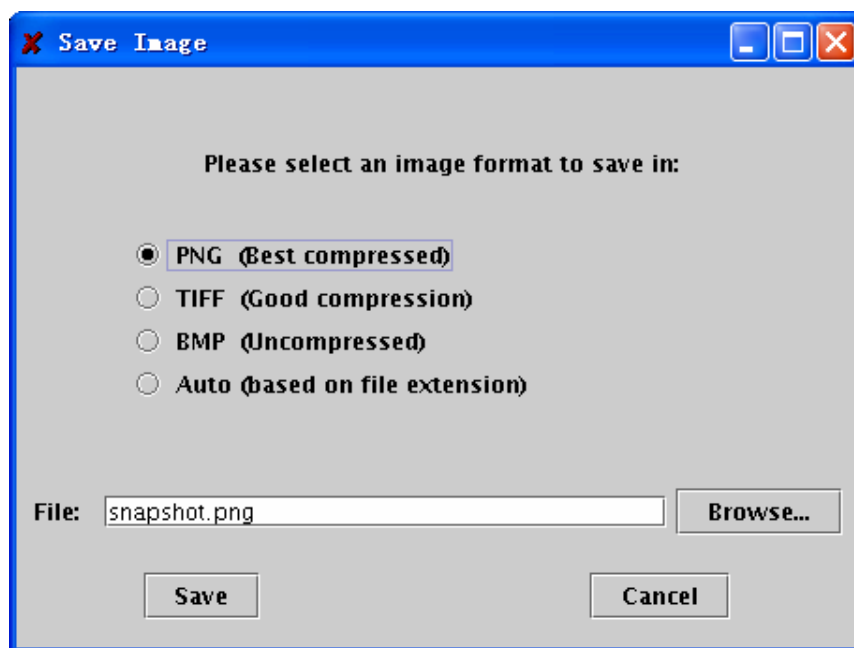

图 12.39 以图像格式保存图表
- 1) 选择“File”→“Save as Image”,此时弹出“Save Image”窗口,如图 12.39 所示。